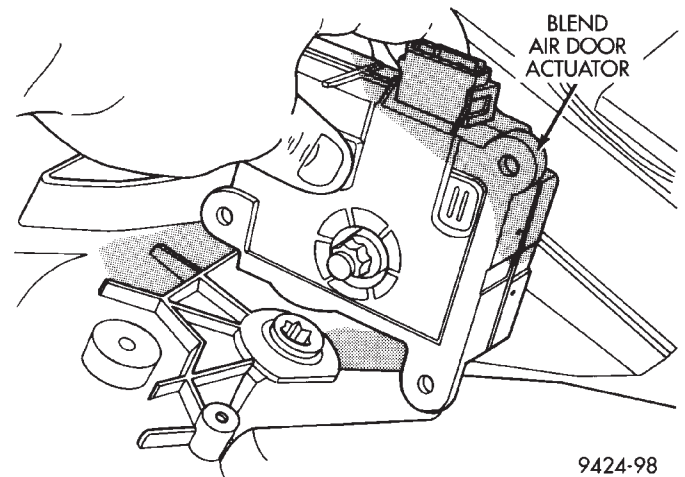

**Fig. 94 Blend-Air Door Actuator**
(22) Install blend-air door actuator (Fig. 94).